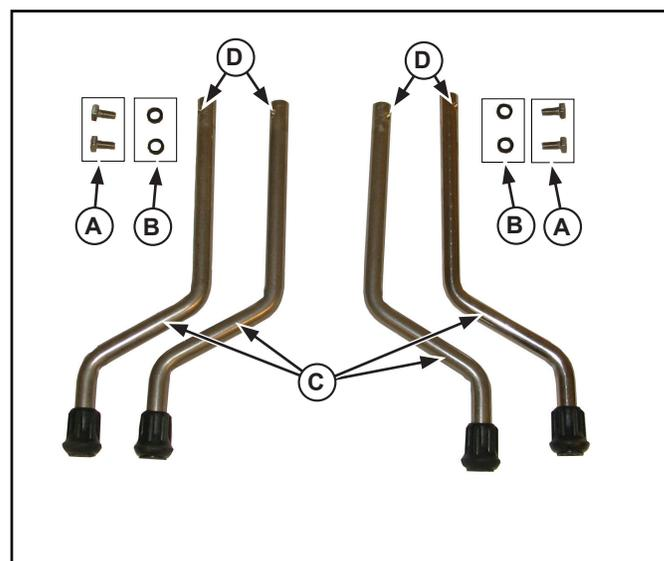

Figura 5. Patas y herrajes para la unidad Lettuce King IV.
1. Use los tornillos de cabeza (A) y las arandelas de goma (B) para instalar las patas (C). Consulte la Figura 5.
2. Use los tornillos de cabeza (A) y las arandelas de goma (B) para instalar las patas (C). Consulte la Figura 5.
5. Apriete lentamente los tornillos de cabeza (A) y gire levemente las patas de modo que el extremo del tornillo de cabeza (H) ingrese en el surco de la pata (C). Consulte la Figura 5.